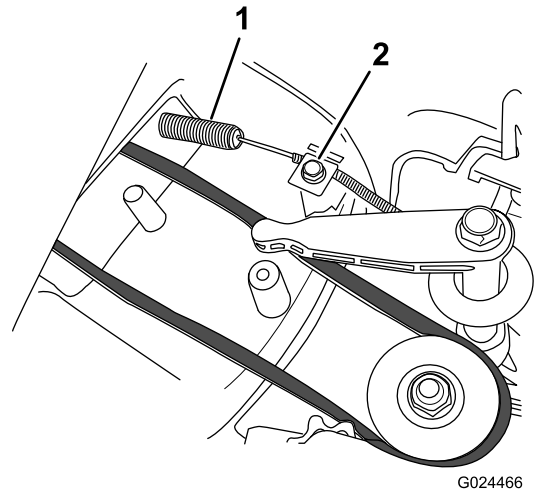

Bild 33
4. Setzen Sie einen neuen Messerbremszug; ziehen Sie die Kabelklemmen oben am Mähergehäuse jedoch nicht an (Bild 33).
5. Lösen Sie die Schraube an der Seilzugklemme (Bild 33).